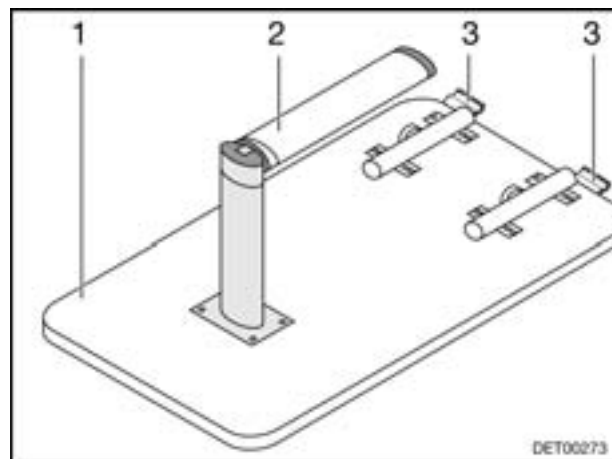
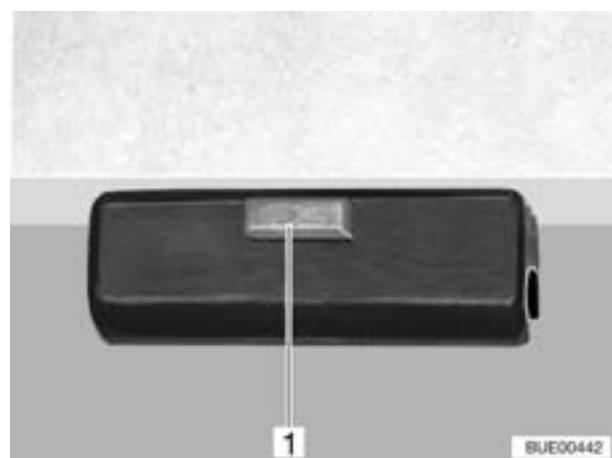

Bild 58 Bettunterbau
Bild 59 Verriegelung
- Tischplatte (Bild 58,1) vorn leicht anheben.
- Unteren Teil des Tischfußes (Bild 58,2) nach unten ziehen und um 90° umklappen.
- An der Verriegelung (Bild 58,3) den Entriegelungsknopf (Bild 59,1) drücken.